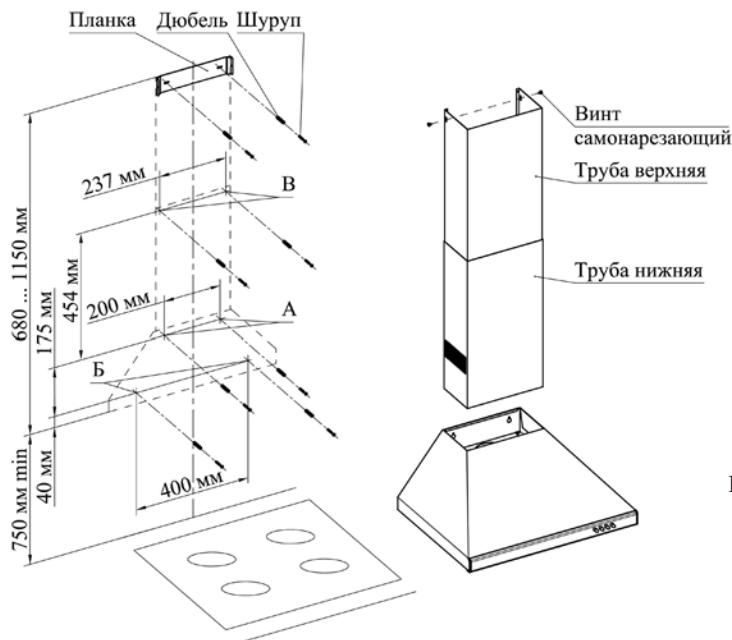

Рис. 2
- 6.3 С учетом установочной высоты и центральной линии разметьте на стене отверстия (A, Б, В) (рис. 2).
- 6.4 Просверлите отверстия (A, Б, В) диаметром 8 мм на глубину 50 мм (рис. 2).
- 6.5 В отверстия (A и Б) вставьте дюбели согласно рис. 2 и по отверстиям А заверните не до упора два шурупа, на которые навесьте воздухоочиститель со снятыми фильтрами.
- 6.8 Вставьте дюбели в отверстия В и заверните не до упора шурупы (рис. 2). Вставьте верхнюю декоративную трубу в нижнюю и установите обе трубы в корпус воздухоочистителя, навесив нижнюю трубу на шурупы. Доверните шурупы до упора.